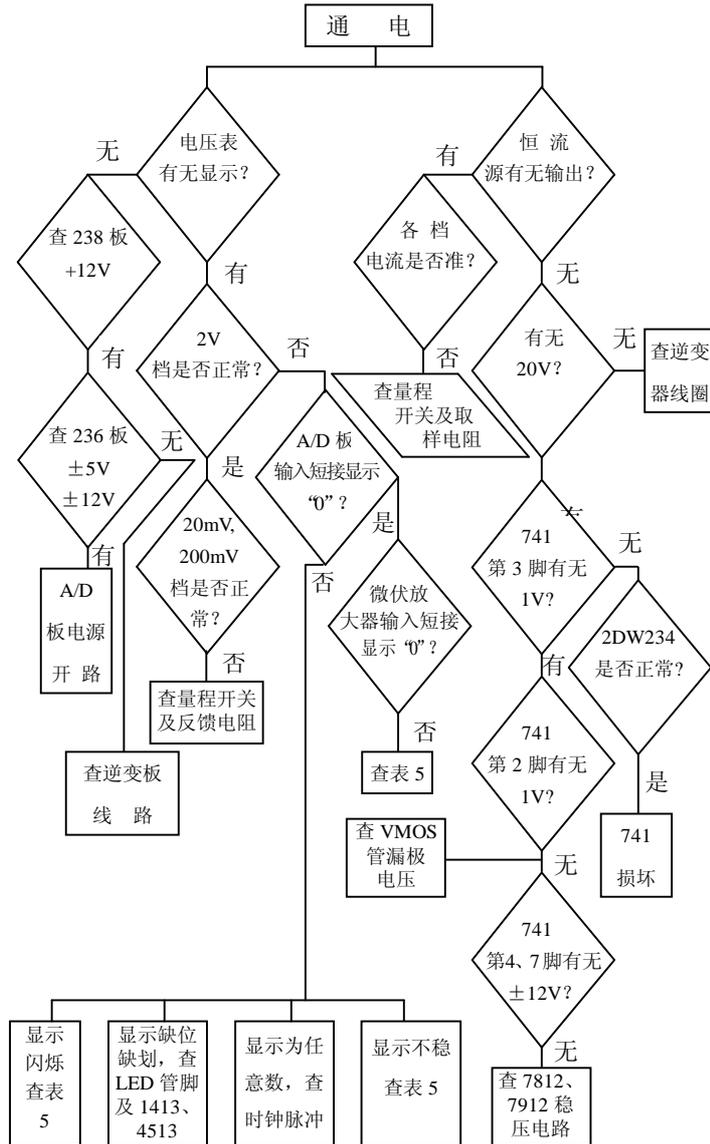

图 9 故障检查流程图
(1) 测试仪器，电烙铁等均应可靠接地。
(2) 仪器的保修期为十二个月，凡用户遵守运输、贮存、使用规则，而质量低于本说明书技术参数规定的产品，本厂负责免费修理或更换。保修期外，仍欢迎返回我厂修理或复校。
(3) 如出现小故障，可参照电原理图、图 9 所示流程图及表 5 进行维修。